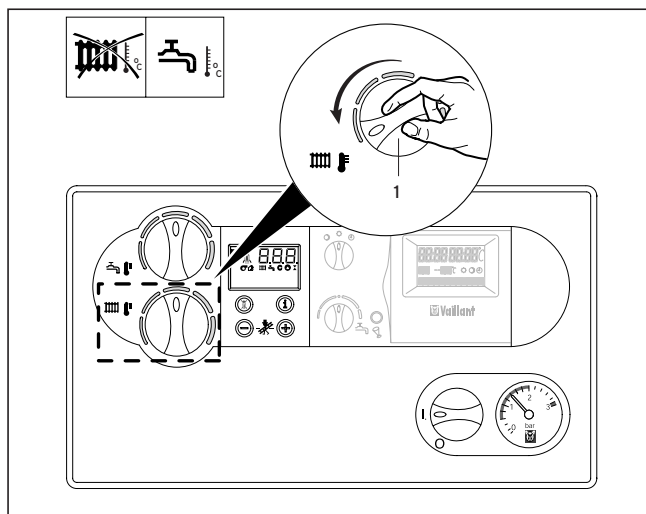

Fig. 3.16: Desactivación del modo de calefacción (modo de verano)
- Para hacerlo, haga girar la manecilla (1) que regula la temperatura de impulsión de la calefacción hasta el tope de la izquierda (Fig. 3.16).